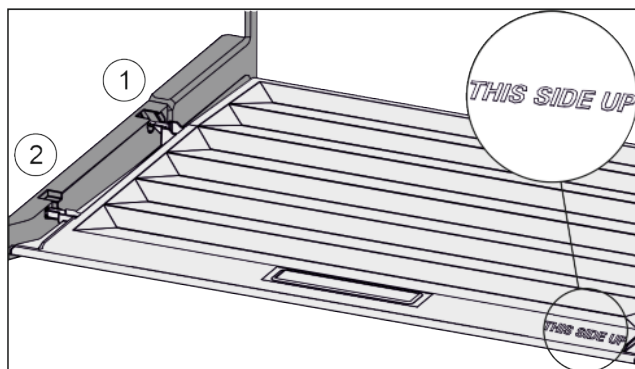

Fig. 34
- ▶ Ramiona pokrywy wprowadzić ponad otworem tylnego uchwyty Fig. 34 (1) i zazębić z przodu w uchwycie Fig. 34 (2).